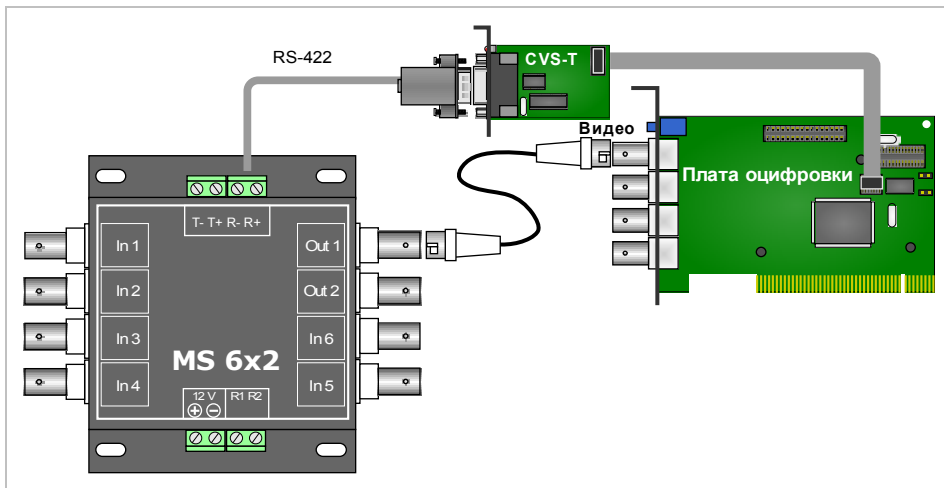

Рисунок 1. Схема подключения оборудования.
2. Установите плату ввода изображений в свободный PCI слот, в соседнем слоте разместите планку передатчика команд управления **CVS-T** (Рис.1).
3. Соедините разъем DB9 передатчика **CVS-T** с портом управления R+R- (приемник команд управления) на коммутаторе **MS6x2N** прилагаемым кабелем RS422 (Рис. 1).
4. Соедините кабелем с BNC разъёмами выход **Out 1** коммутатора **MS 6x2** (Рис.2) и вход Видео платы ввода изображений (верхний разъём BNC на плате — см. Рис.1).